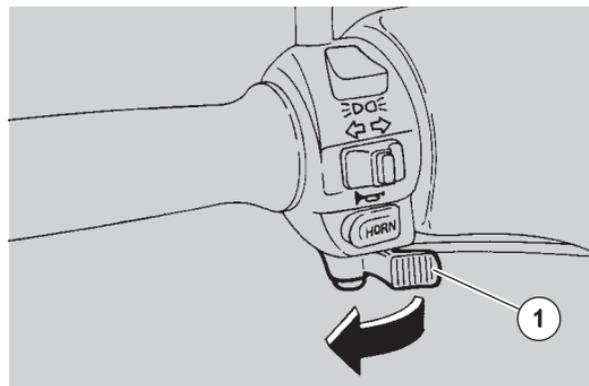

Abb. 25
Beim Starten des kalten Motors, den Kaltstarthebel (1-Abb. 25) nach rechts drehen (nach aussen).
- ◆ Wenn der Motor warm ist, den Kaltstarthebel (1-Abb. 25) nach links drehen (nach innen).
Zum Starten des Motors, den Kaltstarthebel (1-Abb. 25) nach rechts drehen (nach aussen), langsam Gas geben und anschliessend die Startanweisungen folgen.